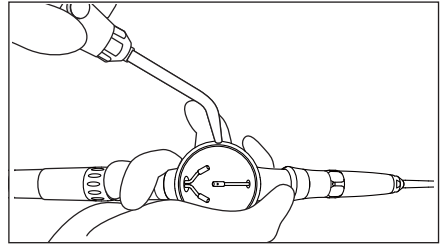

Abb. 13
- 3) Blasen Sie das im Pulverfach verbliebene Pulver mit Luft heraus. (Abb. 13)